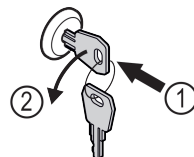

Fig. 171
- Inserire la chiave. Fig. 171 (1)
- Ruotare la chiave di 90° in senso antiorario. Fig. 171 (2)